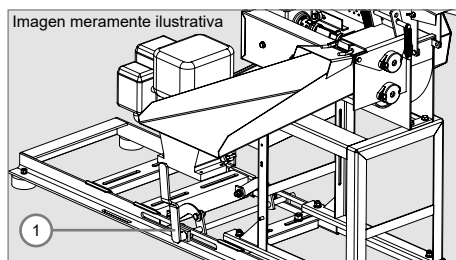

Figura 7
- ✓ El motor deberá accionarse solo si la palanca (1) del tensor de correa está en la posición de alivio, es decir, sin tensionar la correa, como muestra la Figura 7.